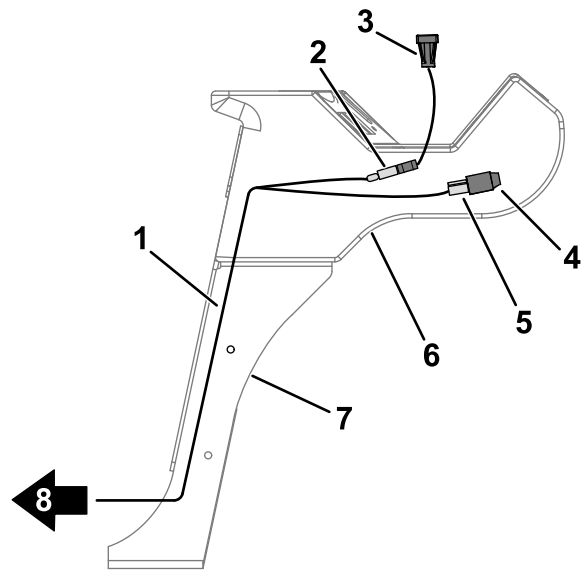

Figura 8
6. Conecte la luz LED al conector del arnés de cables marcado P08 (Figura 8).
5. Instale el arnés de cables según se indica en Figura 8.
7. Conecte la alarma al conector del arnés de cables marcado P09 (Figura 8).
8. Enrute el otro extremo del arnés de cables hacia abajo por el brazo de control (Figura 8).